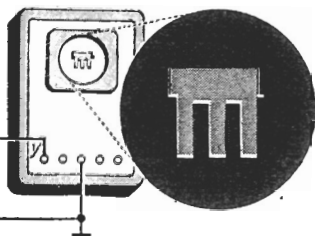

Fig. 100b
- Zet het X -kanaal op „intern”. Regel de X -snelheid (X -frequentie ≈ 50 Hz en de Y -versterking tot het beeld volgens fig. 100b ontstaat.
Een televisiebeeld (Europese systeem) komt in 40 ms tot stand. Eerst worden alle oneven- daarna alle even lijnen geschreven; men spreekt van een geïnterli-niëerd beeld. De elektronenstraal van de televisiebuis beweegt dus voor één beeld tweemaal van boven naar beneden; het beeld bestaat uit twee „rasters”. Elk raster „duurt” dan 20 ms. Het wezenlijke deel van een rastertijd is ongeveer 18,4 ms; de resterende 1,6 ms is de televisiebuis (mits de ontvanger goed staat ingesteld) afgeknepen. In die tijd treedt het „rasteronderdrukkingssignaal” op. Dit is een vrij ingewikkelde reeks van smalle en bredere impulsen die er voor zorgen dat de 25 „onzichtbare” lijnen op de juiste momenten beginnen, en tevens dat ieder nieuw raster op het goede tijdstip aanvangt. Gedurende de laag-ste niveaus van het oscillogram (fig. 100b) is het televisiebeeld het helderste; de minder heldere beelddelen behoren bij het hogere niveau (punt d). Het hoogste niveau is dat van de toppen der synchronisatie- en onderdrukkingsimpulsen. Onder punt e ziet men bij bewegende televisiebeelden de vorm van het onderste deel van het oscillogram variëren; de synchronisatie- en onderdrukkingsimpulsen blijven op hun plaats.